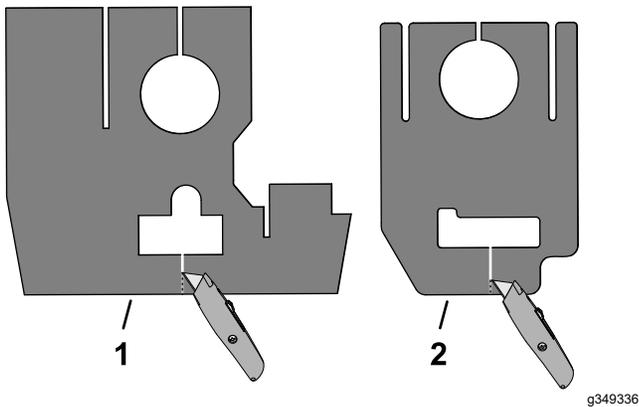

Figura 2
2. Utilice un cúter para recortar los bloques superior e inferior de la columna de dirección, como se muestra en la Figura 2.